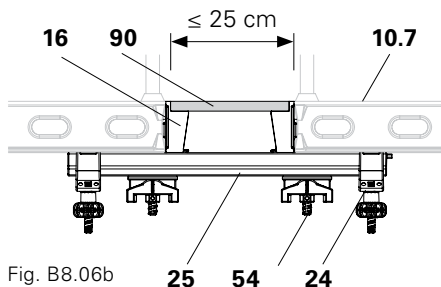
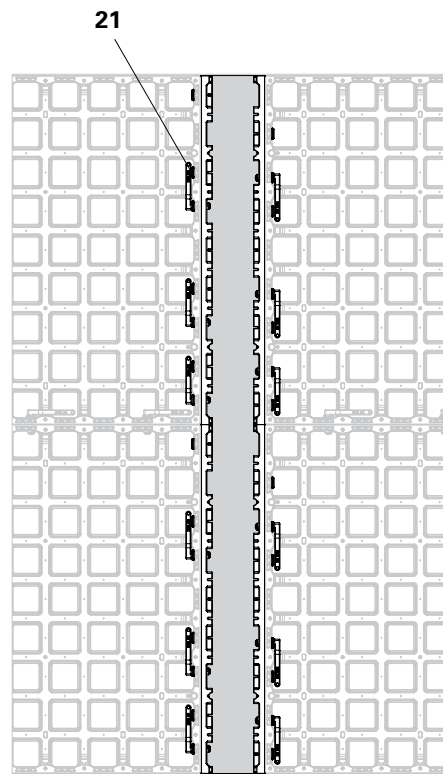

Fig. B8.06b
Fig. B8.06a
1. Collegare il montante di supporto (16) ai due pannelli, con 6 connettori DUO ciascuno. (Fig. B8.06a)
2. Tagliare il pannello 18 mm (60) in modo che sia 2 cm più stretto della lunghezza da compensare. Posizionare il pannello di compensazione e avvitarlo dall'esterno inserendo viti Torx 5 x 15 nei fori del montante di supporto.
3. Unire l'allineatore DUO 62 (25) al supporto tubo DUO (24).
4. Inserire gli ancoraggi nei fori per tiranti presenti nel pannello (54). (Fig. B8.06b + B8.06c)